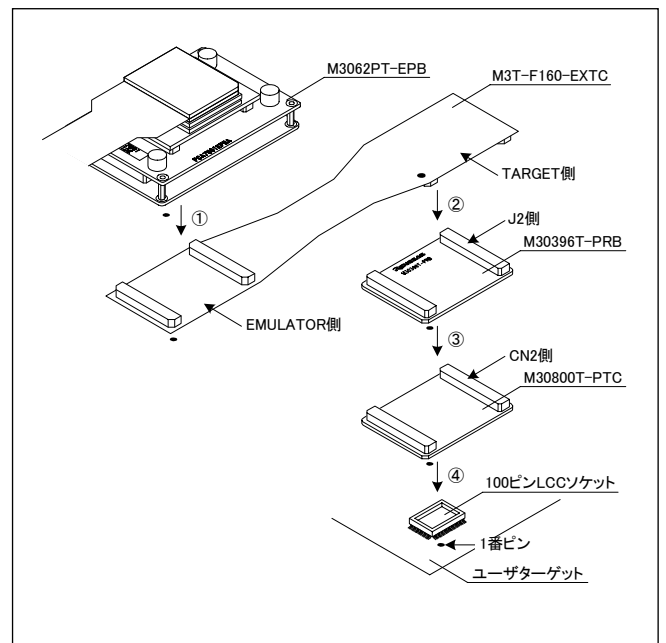

図5.2 延長ケーブルの使用例
- ① M3062PT-EPBのJ4側にM30396T-PRBのJ2側を接続してください。
- ② M30396T-PRBのCN2側にM30800T-PTC (M3062PT-EPBに付属)のCN2側を接続してください。
- ③ 100ピンLCCソケットにM30800T-PTCを接続してください。
### (2) 延長ケーブルの使用例 (図5.2参照)